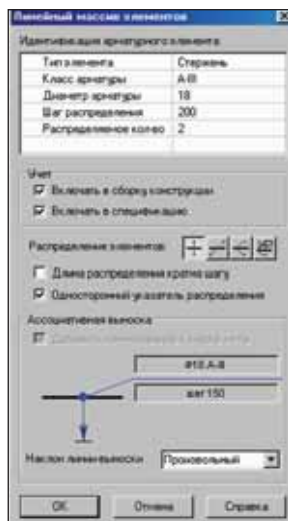

Рис. 2
- добавлена группа учета (рис. 2);